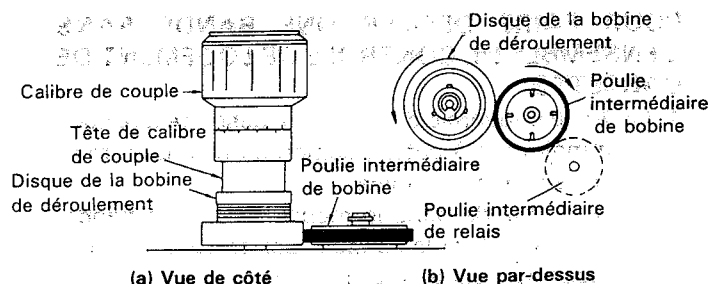

Figure 1-8.
• Vérification (Voir Fig. 1-8)